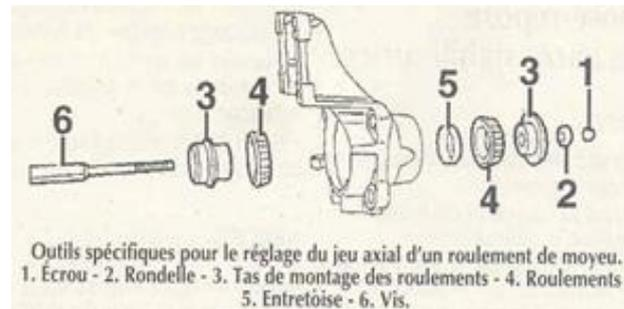

Figure 1
- 2) Monter les outils de réglage (fig. 1) et serrer l'écrou à 10 N.m, le dévisser légèrement et faire tourner l'ensemble dans les deux sens, resserrer l'écrou à 10N.m